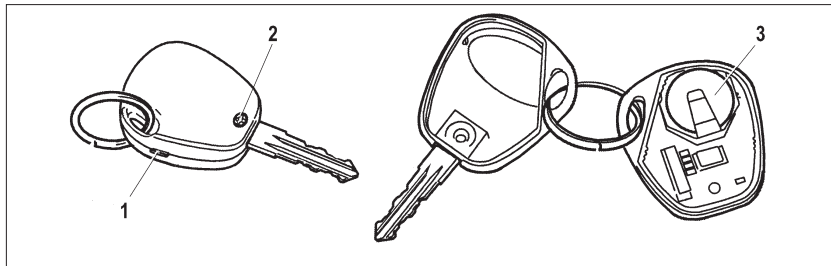

Рис. 55. Замена элемента питания пульта дистанционного управления
- выкрутите винт 2 (рис. 55) со стороны корпуса, противоположной кнопкам управления;